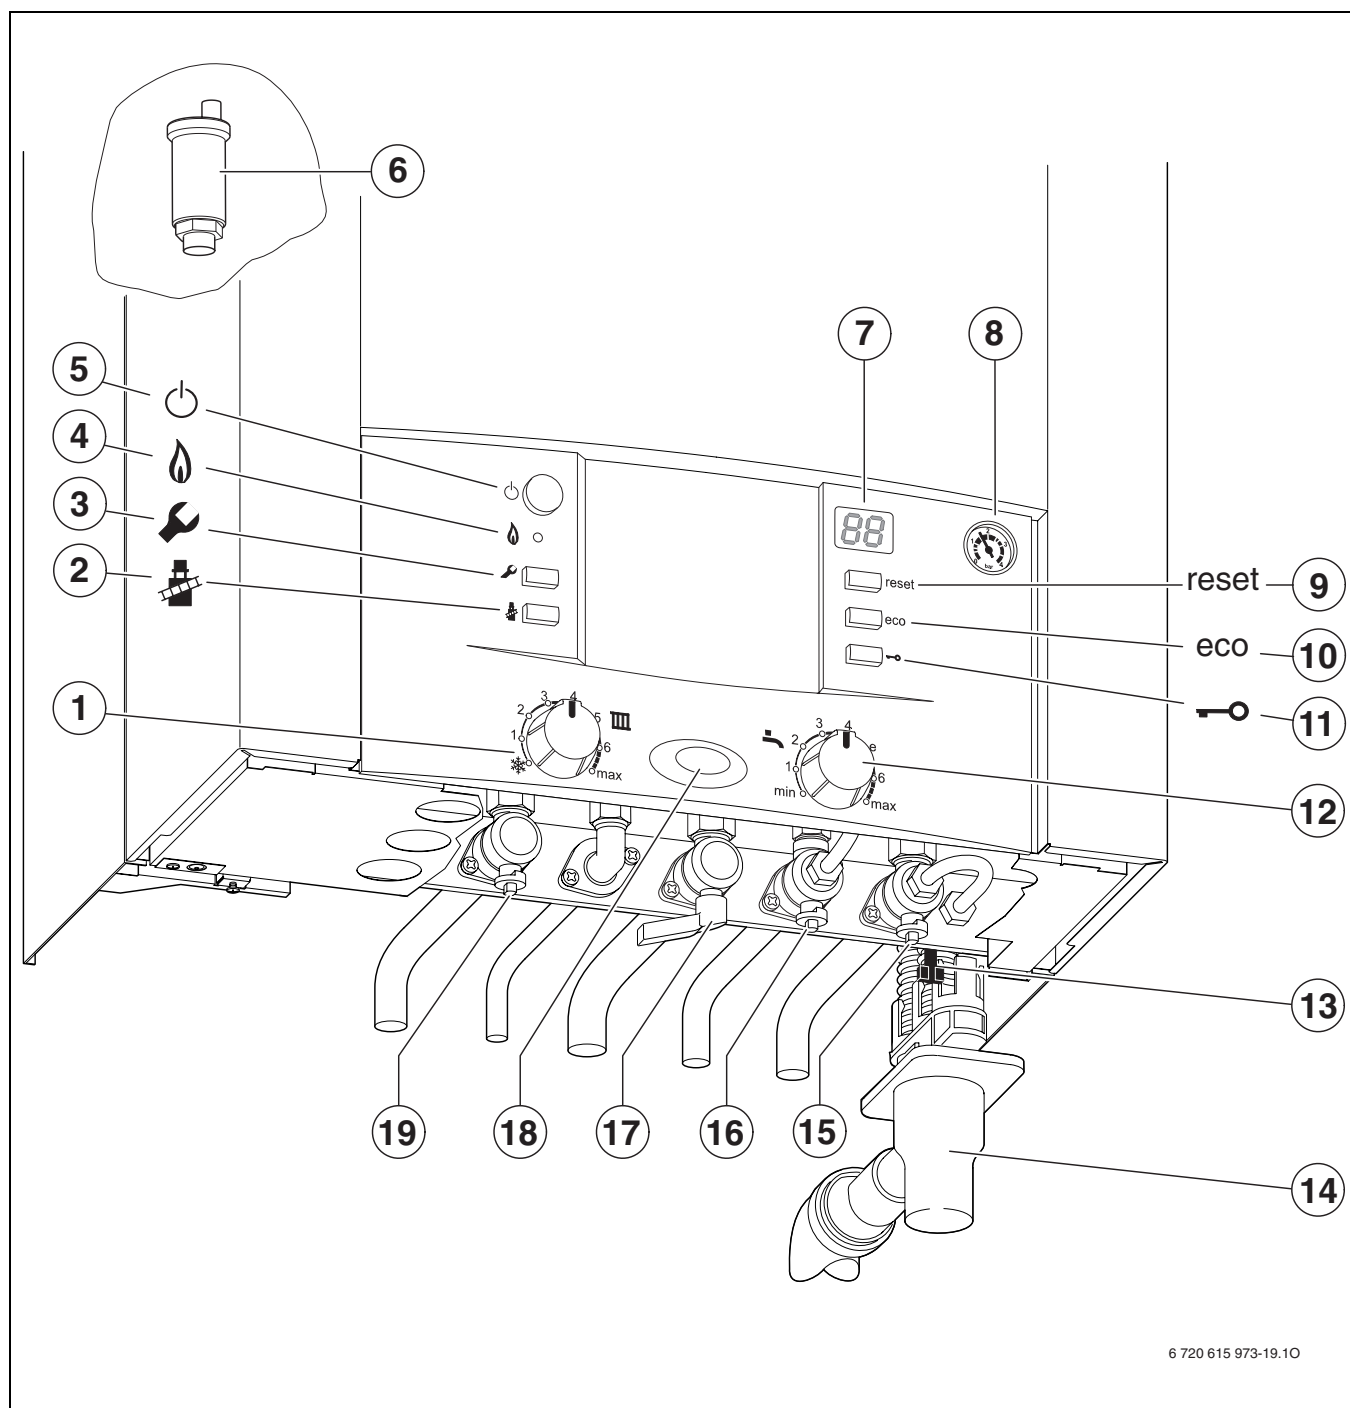

Fig. 28
- ▶ Abrir la llave de agua fría (16)
- ▶ Abrir las llaves de impulsión y de retorno de la calefacción (15 y 19, fig. 28), llenar la instalación de la calefacción a 1 -2 bar y cerrar la llave de llenado.
- ▶ Abrir la llave del gas (17).